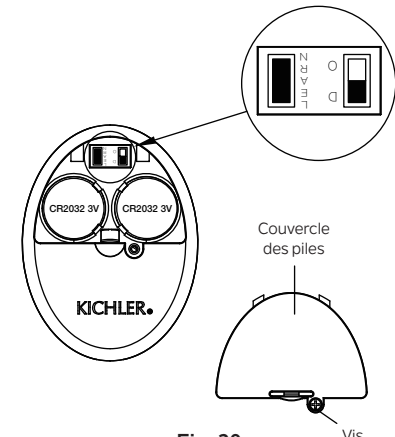

Fig. 29
Sinon, la télécommande ne fonctionnera pas. Pour effectuer ce processus manuellement, suivez les étapes ci-dessous : Après l'installation et le câblage de l'unité, rétablissez l'alimentation de votre ventilateur, appuyez sur la touche LEARN et maintenez-la enfoncée pendant 1 à 3 secondes, le ventilateur se mettra en marche à vitesse moyenne et la lumière (si installée) s'allumera. Cela confirme que le processus d'apprentissage est terminé. Cette opération doit être effectuée dans les 30 secondes suivant la remise sous tension du ventilateur. (Fig. 29)
**REMARQUE :** Assurez-vous que l'interrupteur à glissière dans le compartiment à piles marqué « DO » est en position « D ». (Fig. 29)
**Étape 4.** Remettez le couvercle de la pile et serrez avec un tournevis. (Fig. 29)